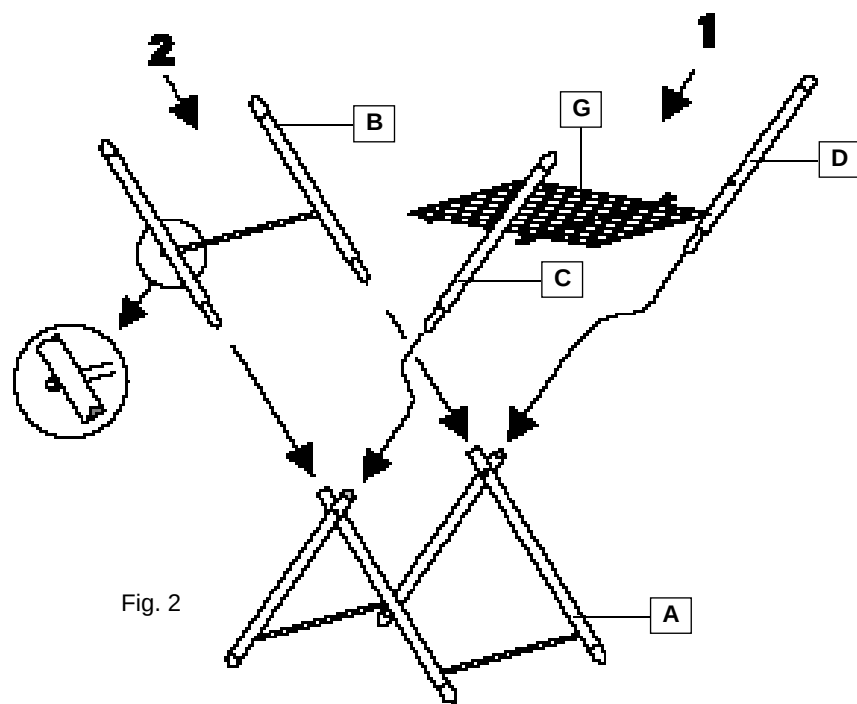

Fig. 2
3) Introduire le bras extérieur B dans les logements des pieds A du chevalet en contrôlant que le barreau d'union soit dans la position indiquée dans la Fig. 2.